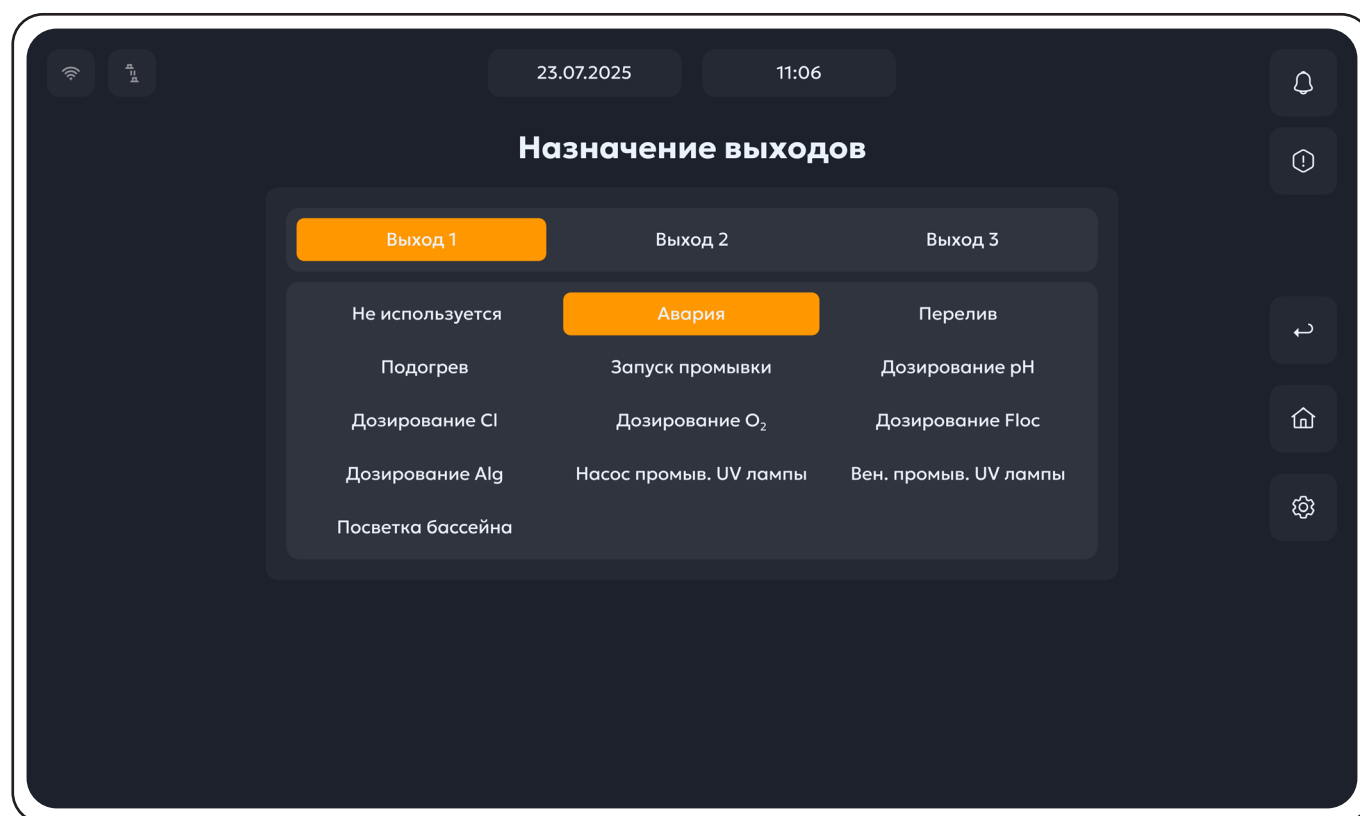

Рисунок 65. Меню настройки назначаемых выходов.
1. Выбрать пункт **Назначение выходов** и нажать кнопку **"Настроить"**, после чего откроется меню настройки назначаемых выходов (рис.65);